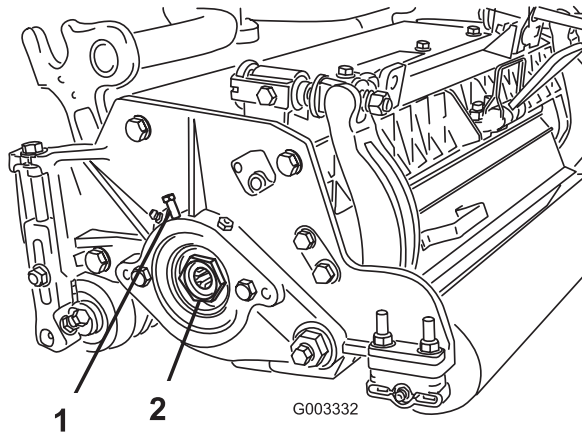

Bild 20
- A. Lösen Sie die externen Stellschrauben, mit denen die Einstellmutter des Lagers am Lagergehäuse links am Mähwerk befestigt ist (Bild 20).